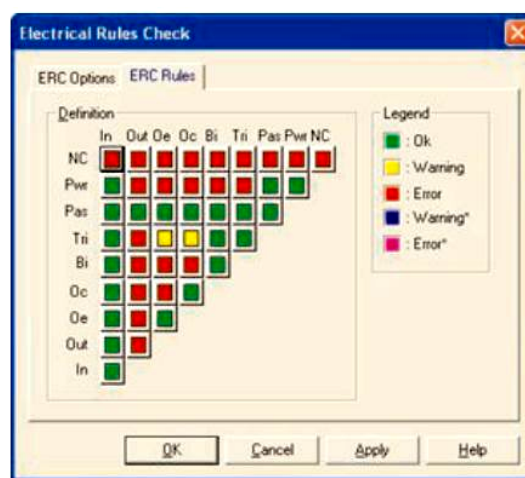

Рисунок 24. Правила перевірки
3. Встановіть параметри перевірки на закладці **Правила перевірки (ERC Options)** (рисунок 24).